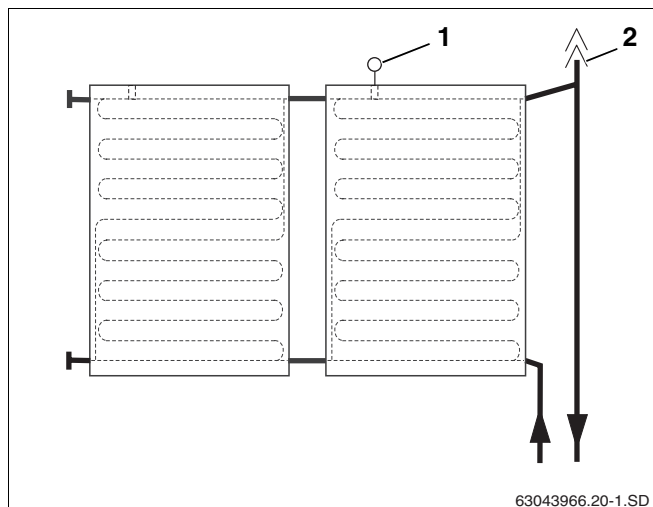

Fig. 35 Imagem da câmara de ar com dispositivo de purga para ligação de impulsão
Se pretender purgar o sistema de painéis solares com um dispositivo automático de purga (acessório) no ponto mais alto da instalação, então deve colocar a tubagem de impulsão com uma inclinação em relação ao dispositivo de purga (fig. 35, **item 2**) e a tubagem de retorno com uma inclinação em relação ao campo de colectores (fig. 35).